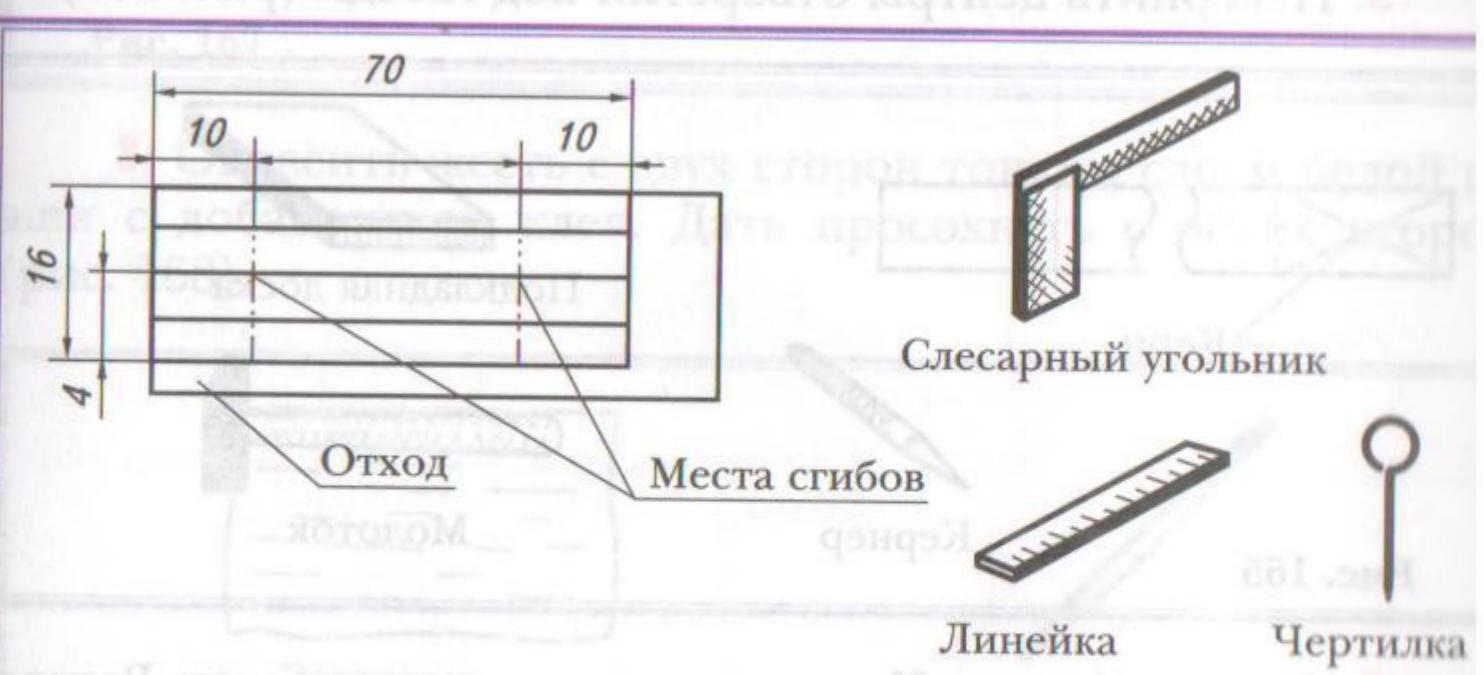

Рис. 162
2. Разметить сразу четыре полоски с учётом припусков (рис. 162).